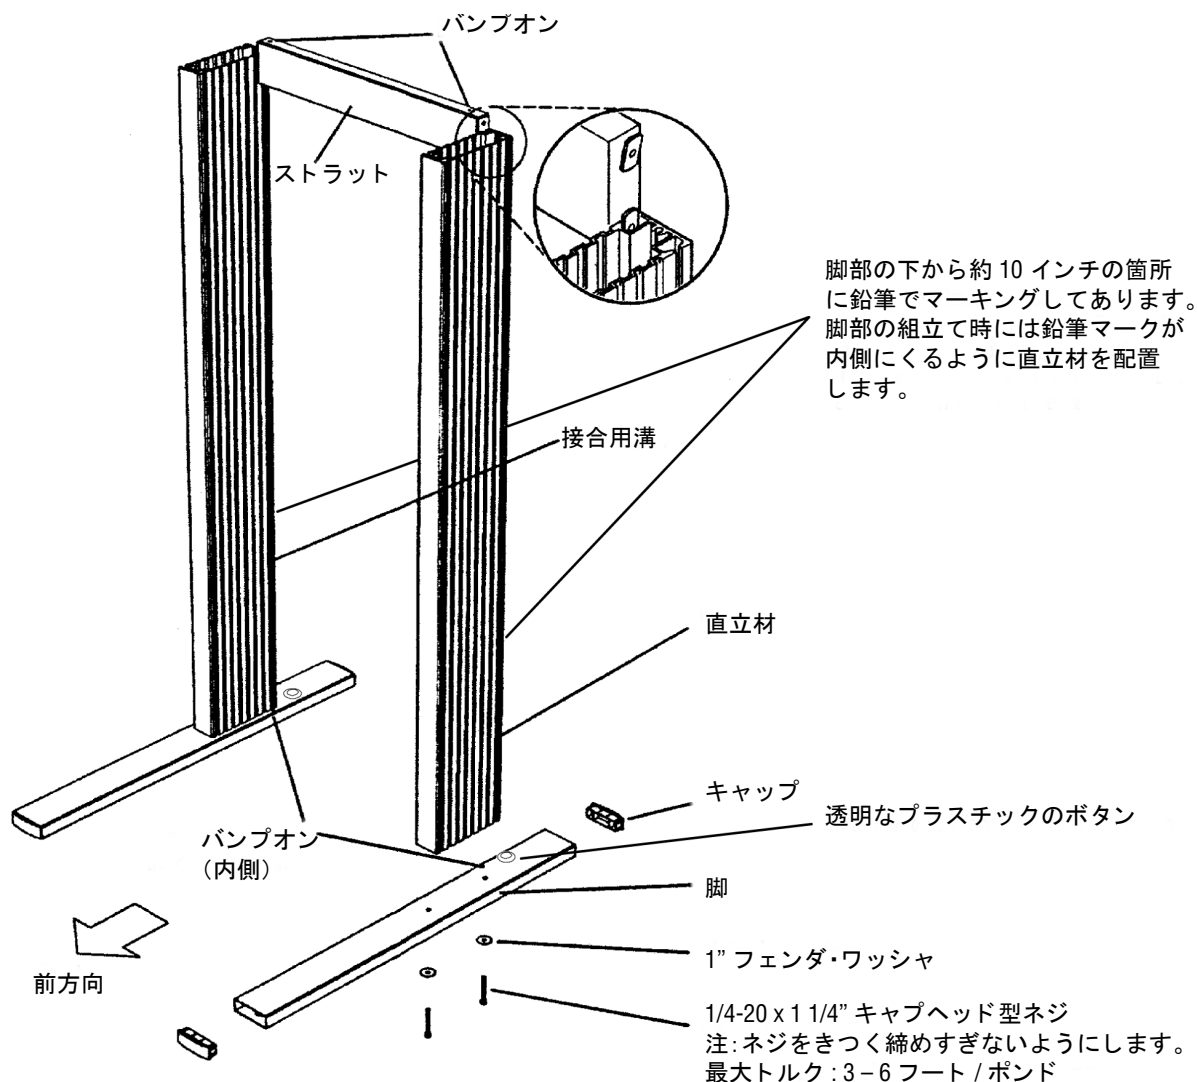

図 4: 脚部アセンブリとストラットの調整
2. 脚部アセンブリの水平バーに小さいプラスチックのボタンがついていることを確認します。このボタンが台車の内側になります。図 4 に示すように脚部アセンブリを置きます。脚部アセンブリ間のスペースがストラットの長さにはほぼ等しい程度にしておきます。
7. 図 4 に示すように、脚部アセンブリの間にストラットを水平に取り付けます。ストラットの開いている方が後部に向きます。ナットを脚部アセンブリの**後部側**の接合用の溝に合わせます。